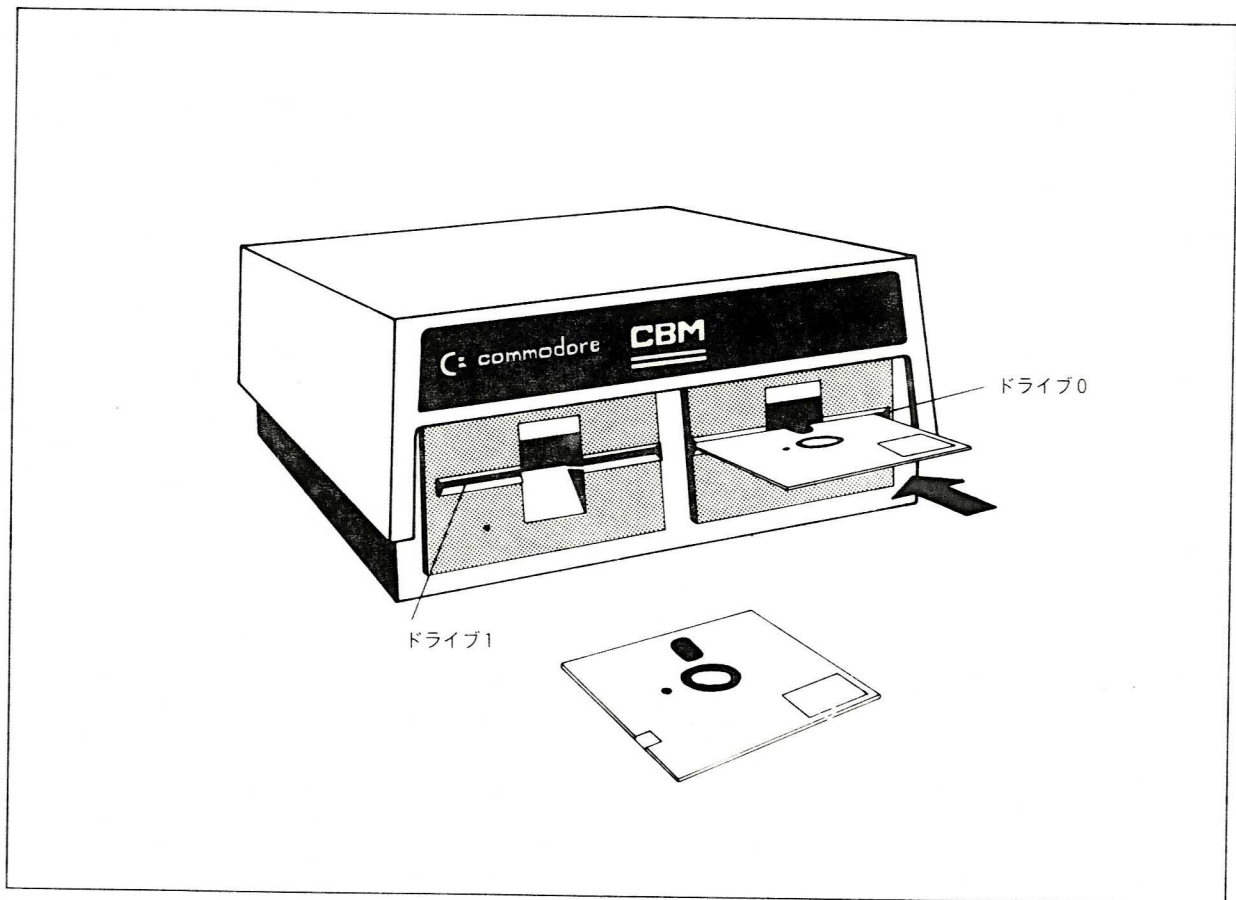

図6. ディスケットの差し込み方
a. ドライブ0に、本体に同梱されていたテスト・ディスクレットを入れて下さい。又、ドライブ1には、ブランクのディスクレットを入れて下さい。(図6参照)